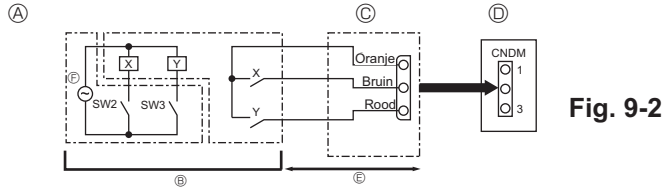

Fig. 9-2
9.2. Vraagfunctie (wijziging ter plaatse) (Fig. 9-2)